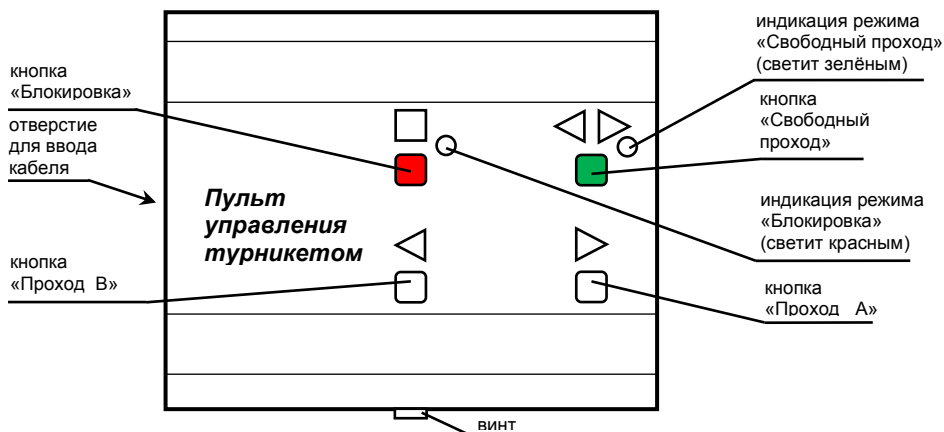
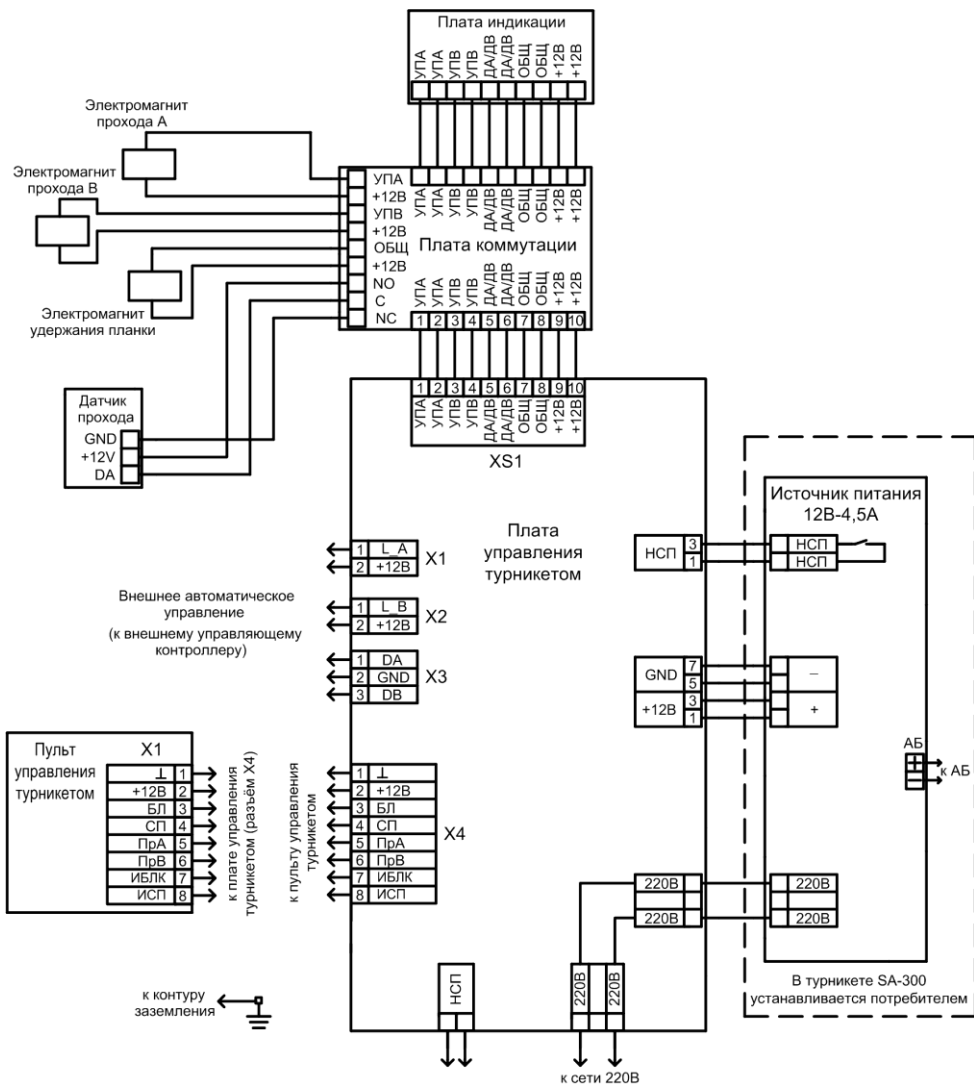

Рис.3 Внешний вид пульта управления
Рис.8 Схема электрическая соединений турникетов SA-300 и SA-301
Пульт управления турникетом (рис.3) предназначен для ручного дистанционного управления турникетом.
Пульт управления поставляется в комплекте с турникетом и подключается к плате управления турникетом - Рис.8.
- подключите кабель пульта управления к клеммнику Х4 платы управления турникетом и к клеммнику пульта (выкрутите винт – рис.3, снимите крышку, на крышке пульта расположена плата с клеммником, проденьте кабель в отверстие, подключите кабель согласно схеме подключения – рис.8, зафиксируйте кабель хомутом, соберите пульт);
- в режиме «Ожидания» нажмите на кнопку «Проход А» (рис.3). На индикаторе состояния засветится зелёная стрелка – разрешен однократный проход, проверните планки по направлению стрелки. После проворота засветится красный крестик – турникет снова в режиме «Ожидания»;